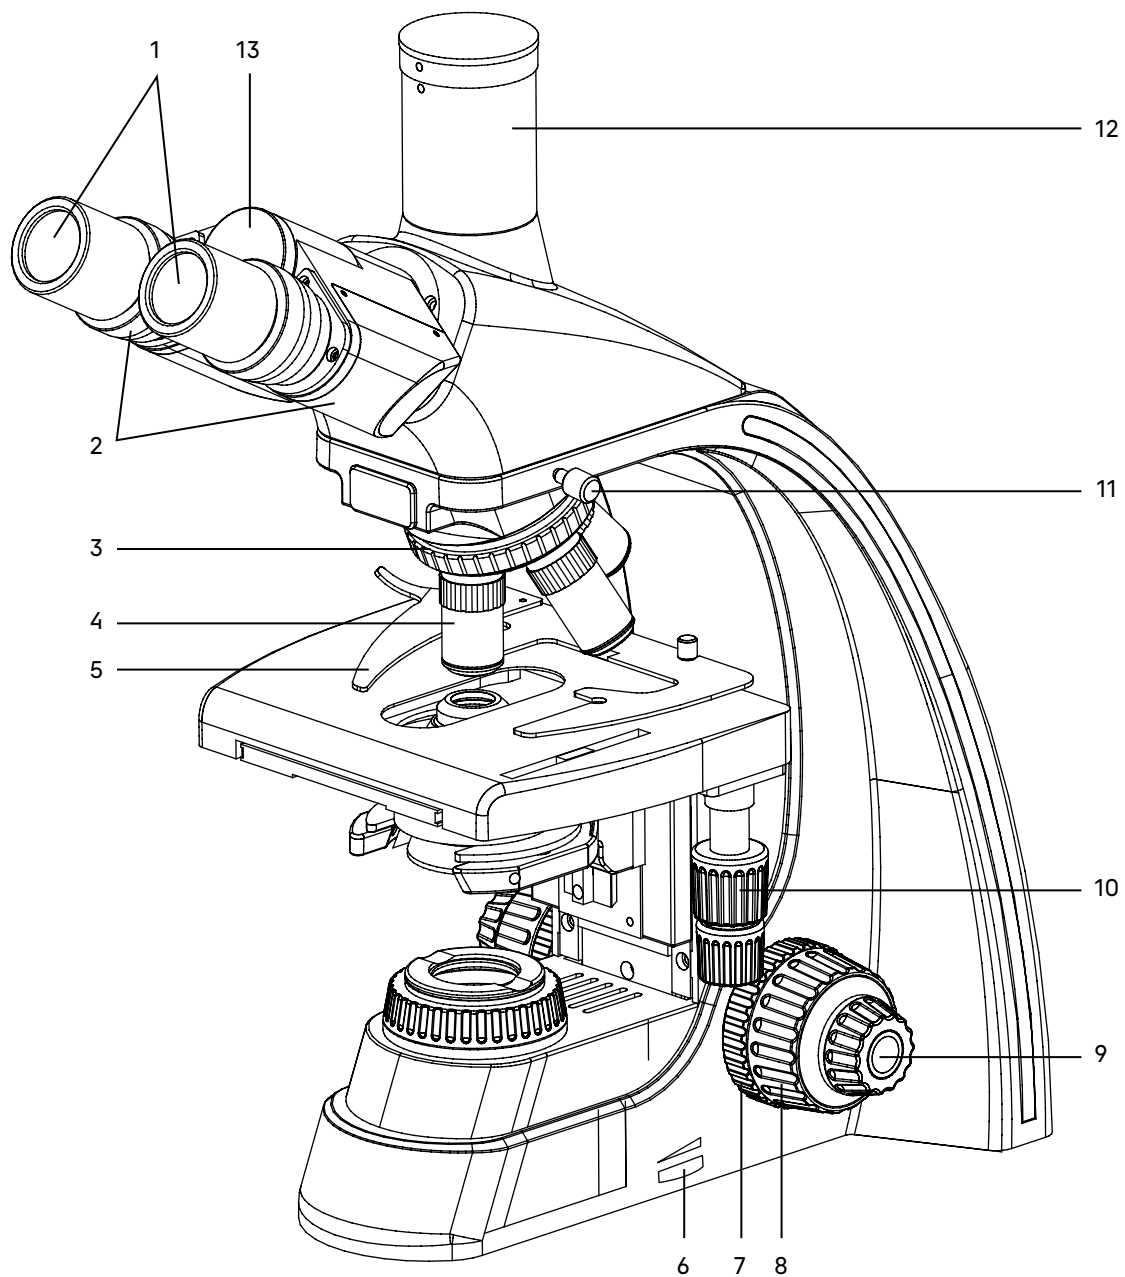
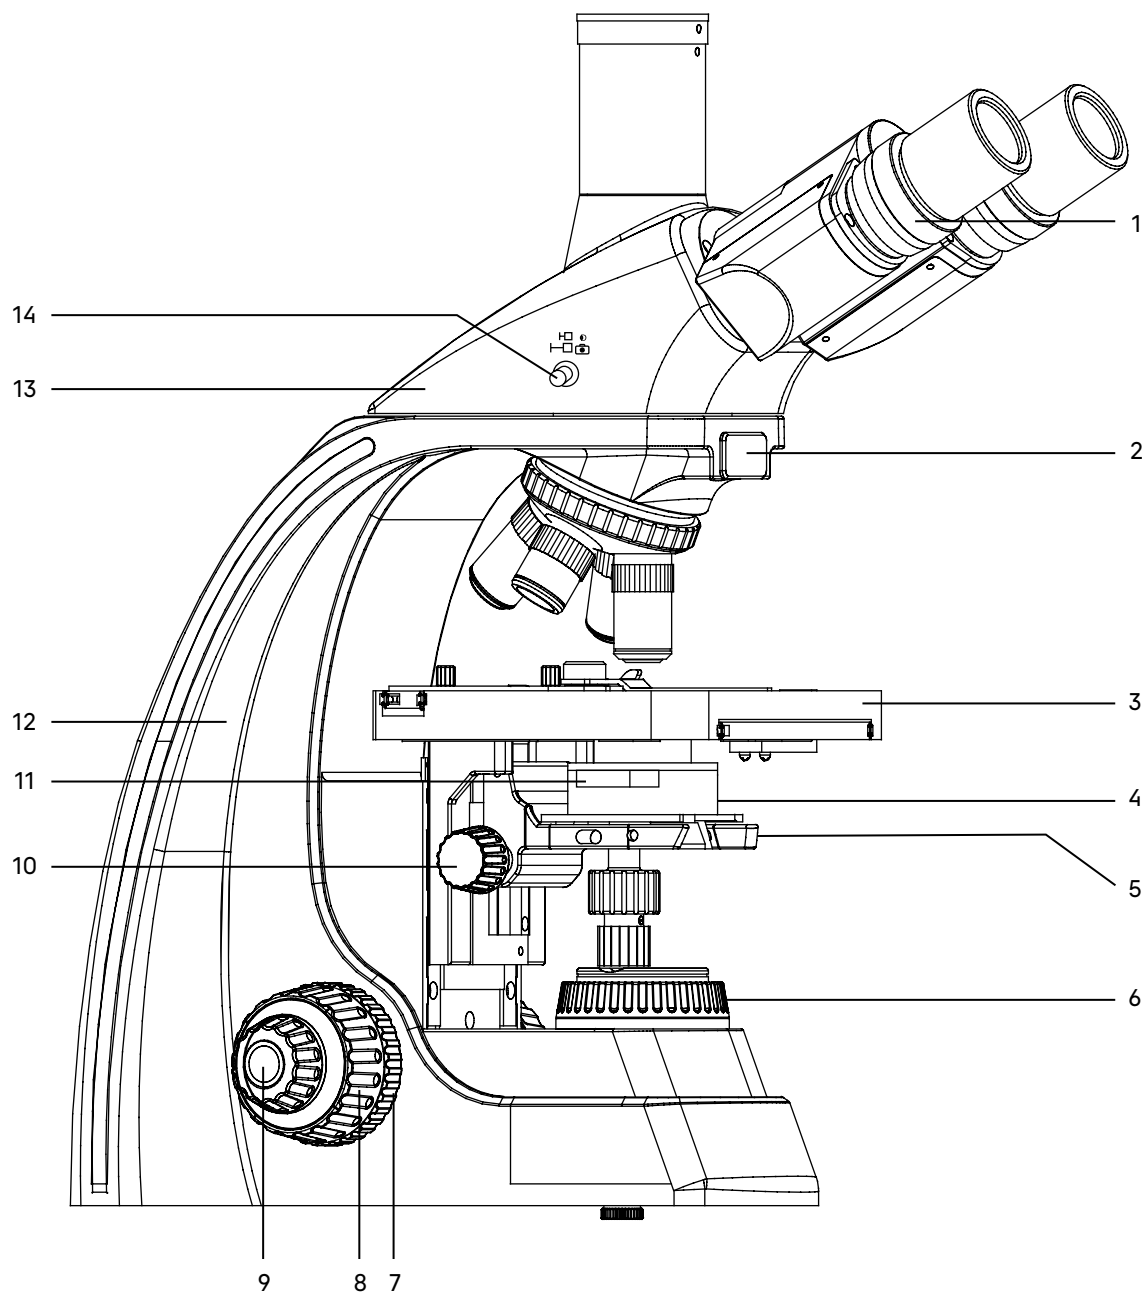

Рис. 1. Микроскоп MAGUS Bio 250. Вид справа
Рис. 2. Микроскоп MAGUS Bio 250. Вид слева
Общий вид микроскопа представлен на рис. 1 и 2.
Штатив 12 (рис. 2) представляет собой цельную конструкцию с основанием. Основание имеет Y-образную устойчивую эргономичную форму.
- револьвер 3 (рис. 1) с объективами 4 (рис. 1);
- предметный столик 3 (рис. 2);
- кронштейн конденсора 5 (рис. 2);
- коллектор в оправе с полевой диафрагмой 6 (рис. 2).
Ручка 6 (рис. 1) служит для регулировки напряжения питания источника света.
Фокусировка на объект осуществляется перемещением по высоте предметного столика 3 (рис. 2). Грубая фокусировка производится вращением коаксиальных рукояток 8 (рис. 1, 2), которые размещены по обеим сторонам штатива.
Тонкая фокусировка производится вращением рукояток 9 (рис. 1, 2), расположенных по обеим сторонам штатива. Тонкая фокусировка требуется для точного фокусирования на объект и для подфокусировки микроскопа на резкость изображения при смене объективов и препаратов.
Механизм регулировки жесткости хода грубой фокусировки 7 (рис. 1) – кольцо между штативом и рукояткой грубой фокусировки с правой стороны. С помощью кольца регулируется жесткость хода грубой фокусировки так, чтобы жесткость была комфортной для пользователя, но при этом столик не опускался самопроизвольно во время работы.
Рукоятка блокировки грубой фокусировки 7 (рис. 2) расположена с левой стороны. После завершения грубой фокусировки рекомендуется перевести рычаг в крайнее положение в направлении по часовой стрелке. Таким образом закрепится положение грубой фокусировки для быстрой рефокусировки после смены препарата.
Насадка 13 (рис. 2) обеспечивает визуальное наблюдение изображения объекта. Насадка устанавливается в отверстие штатива 12 (рис. 2) и закрепляется винтом 11 (рис. 1). Насадку при установке развернуть окулярами в сторону предметного столика.
Изменение межзрачкового расстояния в насадке осуществляется разворотом окулярных тубусов 2 (рис. 1) в пределах 48–75 мм. Значение расстояния, установленного в соответствии с глазной базой наблюдателя, отсчитывается по шкале на насадке 13 (рис. 1).
Механизм диоптрийной подвижки окуляров служит для компенсации аметропии глаз наблюдателя. Находится на левом окулярном тубусе – кольцо 1 (рис. 2).
В вертикальный тубус 12 (рис. 1) корпуса визуальной насадки (канал визуализации) для фиксации камеры (видеоокуляра) устанавливается переходник с-mount 1x. Камера служит для вывода изображения на экран компьютера или монитор/телевизор. Переключение светового потока на вертикальный тубус производится рукояткой 14 (рис. 2). Рукоятка имеет два положения: 100/0 и 0/100.
В комплект микроскопа входят окуляры 1 (рис. 1). Окуляры имеют высокое положение выходного зрачка и предназначены для работы как в очках, так и без них.
Револьверное устройство 3 (рис. 1) обеспечивает установку пяти объективов 4 (рис. 1). Смена объективов производится вращением револьверного устройства за конусную рифленую поверхность до фиксированного положения.
Объективы 4 (рис. 1) рассчитаны на длину тубуса «бесконечность». Парфокальная высота объективов 45 мм, линейное поле зрения в плоскости изображения 22 мм. Рассчитаны для работы с препаратами с толщиной покровного стекла 0,17 мм или без покровного стекла. Микроскоп укомплектован объективами-планахроматами с увеличением 4x, 10x, 40x, 100x. Дополнительно возможна комплектация объективами-планахроматами 20x и 60x.
Конденсор 4 (рис. 2) установлен в кронштейн 5 (рис. 2) под предметным столиком микроскопа. Тип крепления конденсора – «ласточкин хвост». Конденсор устанавливается по направляющим при поднятом столике и опущенном кронштейне. Перемещение конденсора вдоль оптической оси микроскопа осуществляется с помощью рукоятки перемещения кронштейна конденсора 10 (рис. 2), расположенной слева от наблюдателя под столиком микроскопа. Диапазон перемещения конденсора – не менее 21 мм.
Конденсор имеет слот 11 (рис. 2) для установки слайдера темного поля или слайдера фазового контраста.
Двухкоординатный предметный столик 3 (рис. 2) обеспечивает перемещение объекта в двух взаимно перпендикулярных направлениях с помощью рукояток 10 (рис. 1), расположенных на одной оси.
У столика отсутствует выдвижная зубчатая рейка по оси X, что повышает эргономичность работы. Механизм с ременной передачей плавно перемещает объект. Объект крепится на поверхности столика препаратодержателем 5 (рис. 1), для чего прижим отводится в сторону. Препаратодержатель крепится к столику при помощи двух винтов. При снятом препаратодержателе объект можно перемещать рукой.
Встроенный в основание микроскопа осветитель включает коллектор в оправе с полевой диафрагмой 6 (рис. 2) и источник света – галогенную лампу или светодиод.
Включение осветителя осуществляется с помощью выключателя на задней панели штатива. Регулировка яркости осуществляется ручкой 6 (рис. 1).
Полевая диафрагма регулируется (открывается/закрывается) вращением кольца оправы 6 (рис. 2).